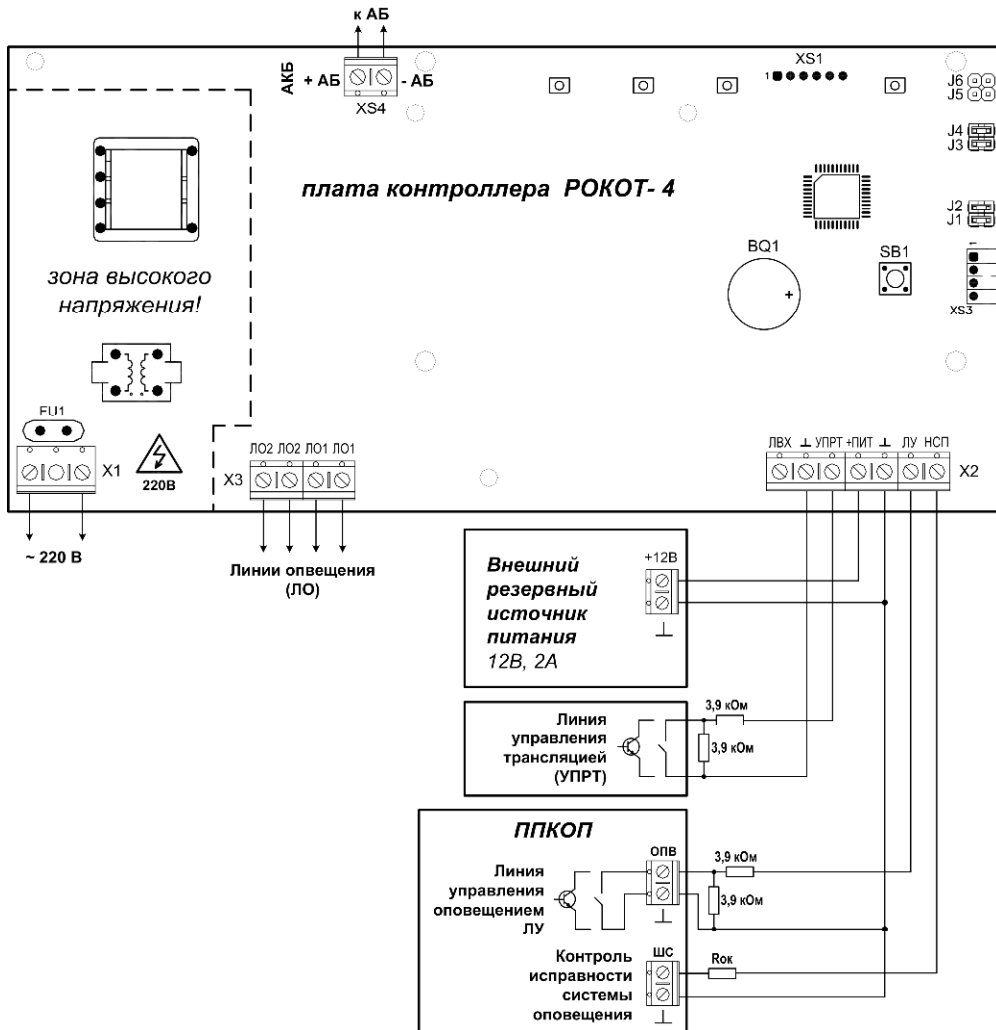

Рис. 1 Схема внешних подключений прибора «Рокот-4»
Вход в режим возможен из дежурного режима при длительном (более 4 секунд) нажатие кнопки «ТЕСТ». Для защиты от несанкционированного доступа посторонних лиц предусмотрена блокировка кнопки «ТЕСТ» с помощью перемычки J1, размещенной на плате контроллера прибора (см. рис. 1). При замкнутой перемычке J1 переход в тестовый режим заблокирован.
ВНИМАНИЕ! На плате контроллера прибора, на участке, показанном на рис. 1 штриховой линией, присутствует напряжение ~220 В.
В источнике питания прибора используется самовосстанавливающийся предохранитель FU1 (рис.1).
Перемычки, позволяющие выбрать тактики использования линий управления и оповещения, установлены на плате контроллера прибора (см. рис.1) и доступны после вскрытия его корпуса.
- К клеммам «220В» платы прибора подсоедините кабель сетевого питания (см. рис.1).